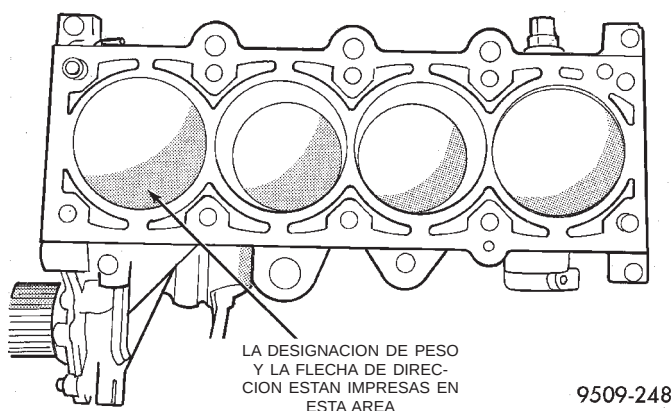

Fig. 114 Marcas de pistón
(1) Retire el reborde superior de los huecos de cilindros con escariador de rebordes confiable, antes de retirar los pistones del bloque de cilindros. **Asegúrese de mantener cubierta la parte superior de los pistones durante esta operación.** Marque el pistón con el número de cilindro correspondiente (Fig. 114).
(3) Los pistones tendrán un estampado en la localización aproximada que se muestra en la (Fig. 114). Estos estampados serán una flecha de dirección o la
(4) La designación de peso estampada, L o H, estará en la mitad delantera del pistón y debe mirar hacia la parte delantera del motor para el motor de SOHC. La flecha debe mirar hacia la parte delantera del motor para el motor de DOHC (Fig. 114).